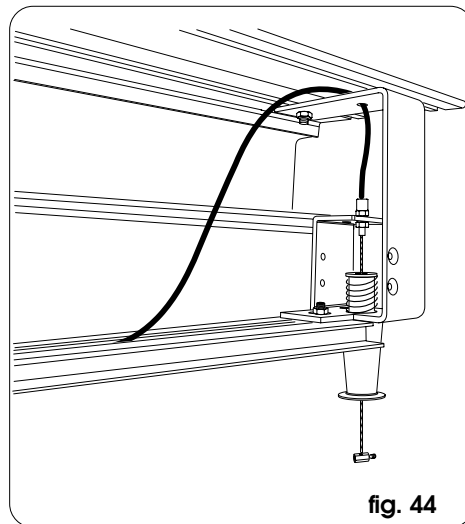

fig. 44
- Positionner le câble gainé au niveau de la patte latérale d'après la fig. 44; introduire le fil d'acier à l'intérieur de la poignée de déverrouillage et fixer à son extrémité un étau en serrant la vis (fig. 44).